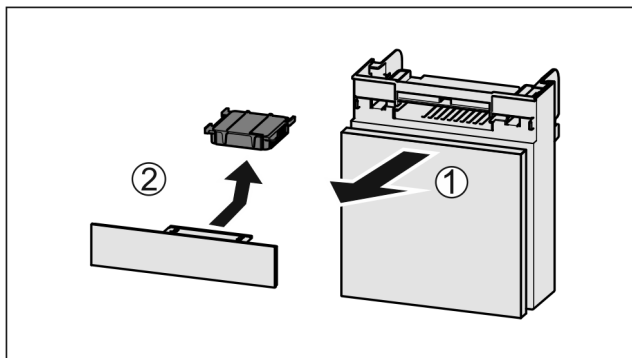

Fig. 157
- ▶ Dra ut Fig. 157 (1) lådan framåt.
- ▶ Ta ut Fig. 157 (2) aktivtkolfiltret.